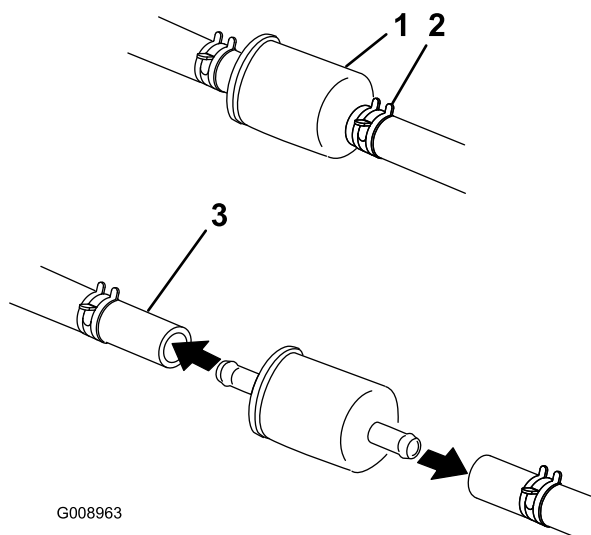

Figura 52
5. Premete le estremità delle fascette stringitubo ed allontanatele dal filtro (Figura 52).